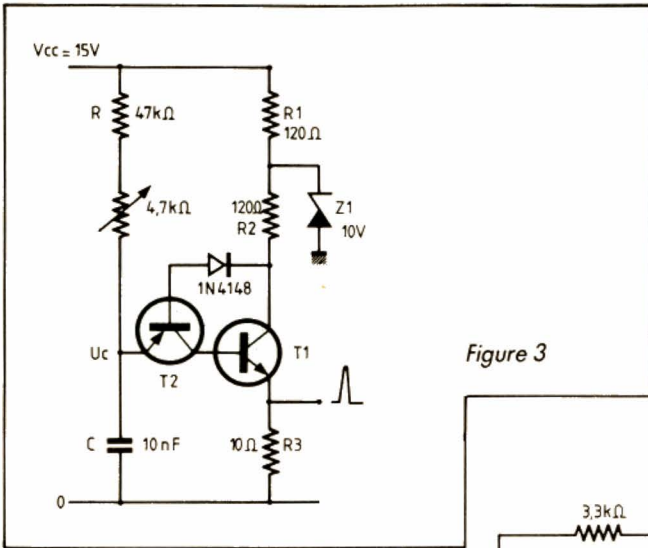

Figure 3
Autour de  $T_1$  et  $T_2$ , nous constituons le montage (fig. 3) où nous retrouvons la structure classique d'un relaxateur à UJT. Nous devons avoir comme condition initiale :
Avec les valeurs du schéma figure 3, nous pouvons avoir :
b) du Vcc de conduction de T2. Celui-ci peut être réduit en insérant une diode entre le collecteur de T1 et la base de T2 (fig. 3).
Avec les valeurs figure 3, nous obtenons Vvallee ≈ 2,5 V